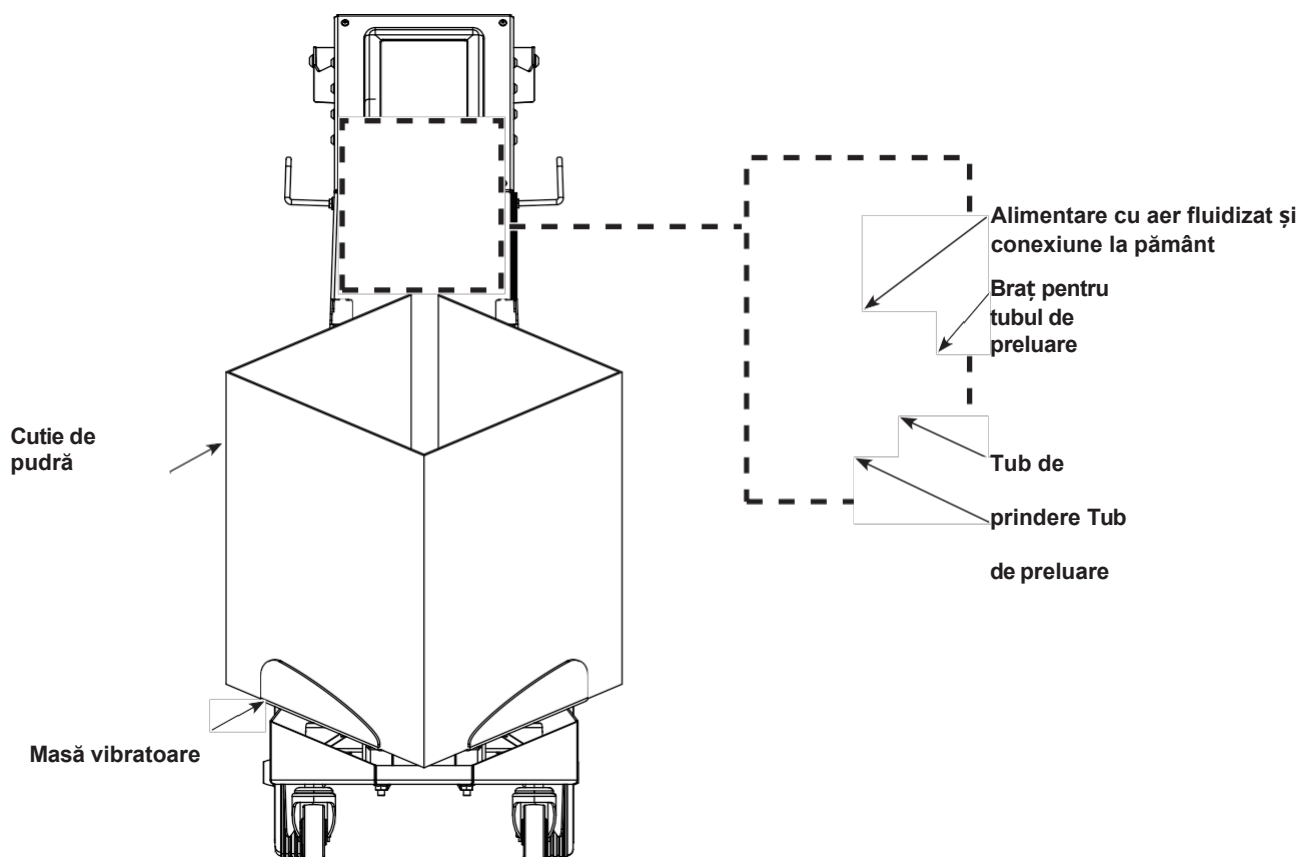

Figura 4-1 Instalarea cutiei Powder
1. A se vedea figura 4-1. Ridicați tubul de preluare în sus și rotiți prinderea tubului în jos și sub capătul tubului de preluare pentru a-l menține în poziție pe braț.